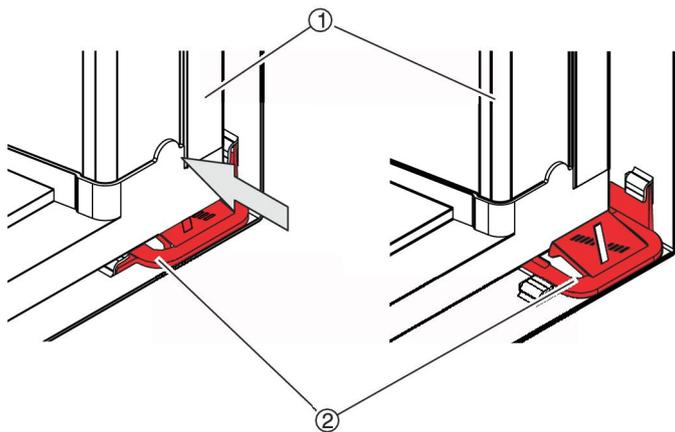

Abb. 56: Filterelement einrasten
6. ▶ Das Filterelement (Abb. 56 /1) über die Klemmen (Abb. 56 /2) weiter einschieben, bis das Filterelement hörbar einrastet.